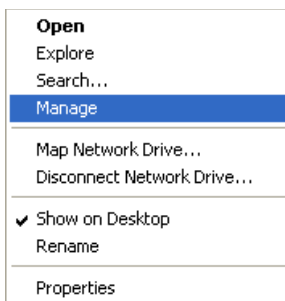

Рис. 7-10 Контекстное меню Мой компьютер
2. В контекстном меню щелкните **Управ.** (см. Рис. 7-10 на стр. 211).